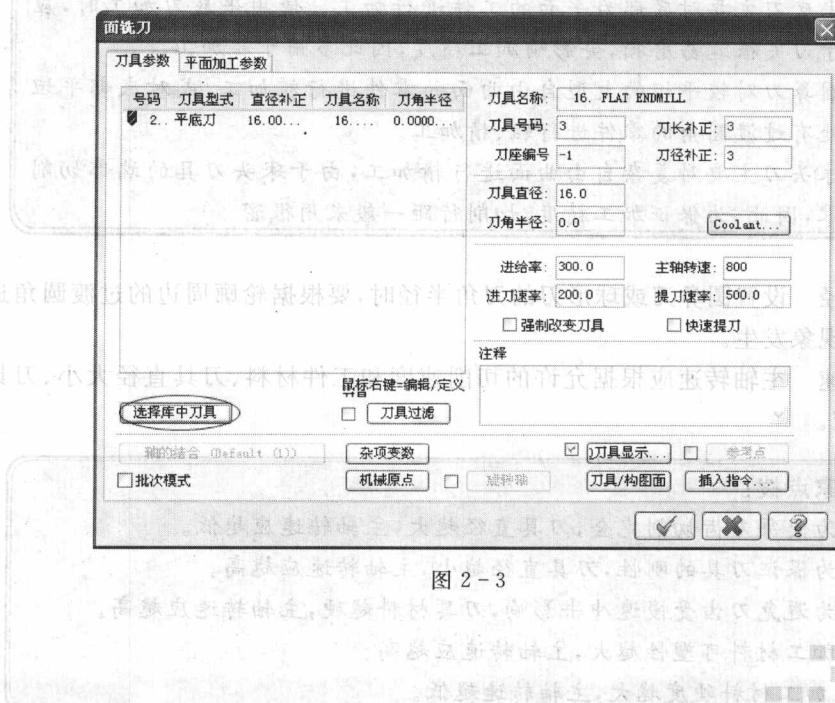
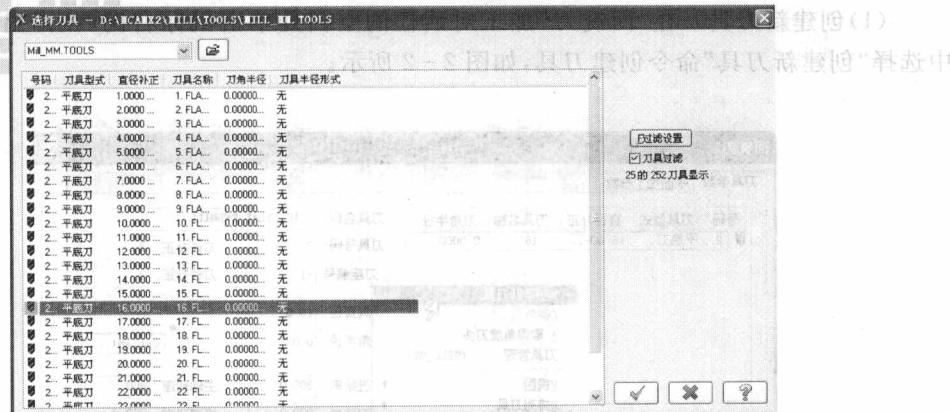

图 2-3
图 2-4
(2) 选择刀具 在“面铣刀”加工对话框中单击“选择库中刀具”按钮，从刀具库中直接选择刀具。如图 2-3、图 2-4 所示。